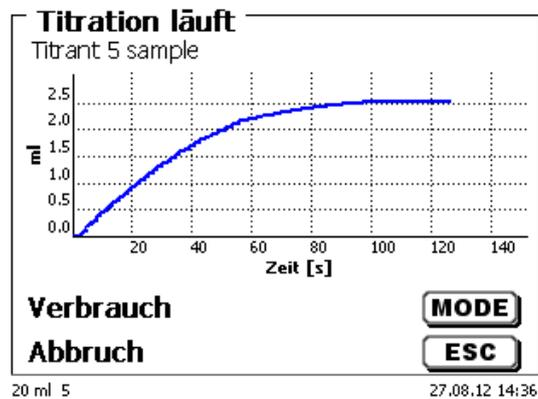

Abb. 77
- oder die Titrationskurve in ml/Zeit [s] angezeigt (Abb. 77).